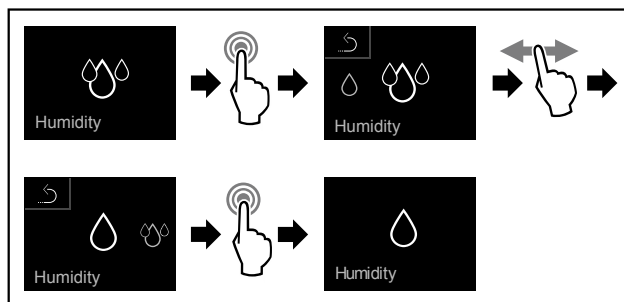

Fig. 70
- ▶ Wykonać czynności (patrz Fig. 70).